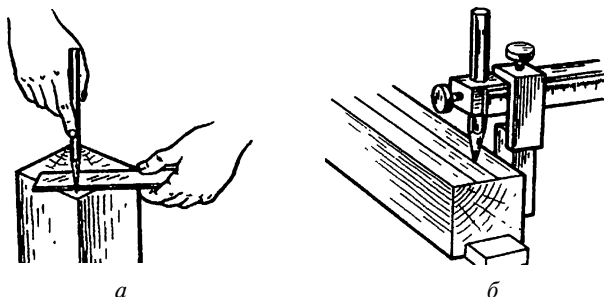

Рис. 17. Приемы разметки
3. Проводя касательные к окружности, параллельные диагоналям, начертить восьмиугольник (рис. 17а).
4. С помощью рейсмуса провести разметочные линии на плоскости бруска (рис. 17б).